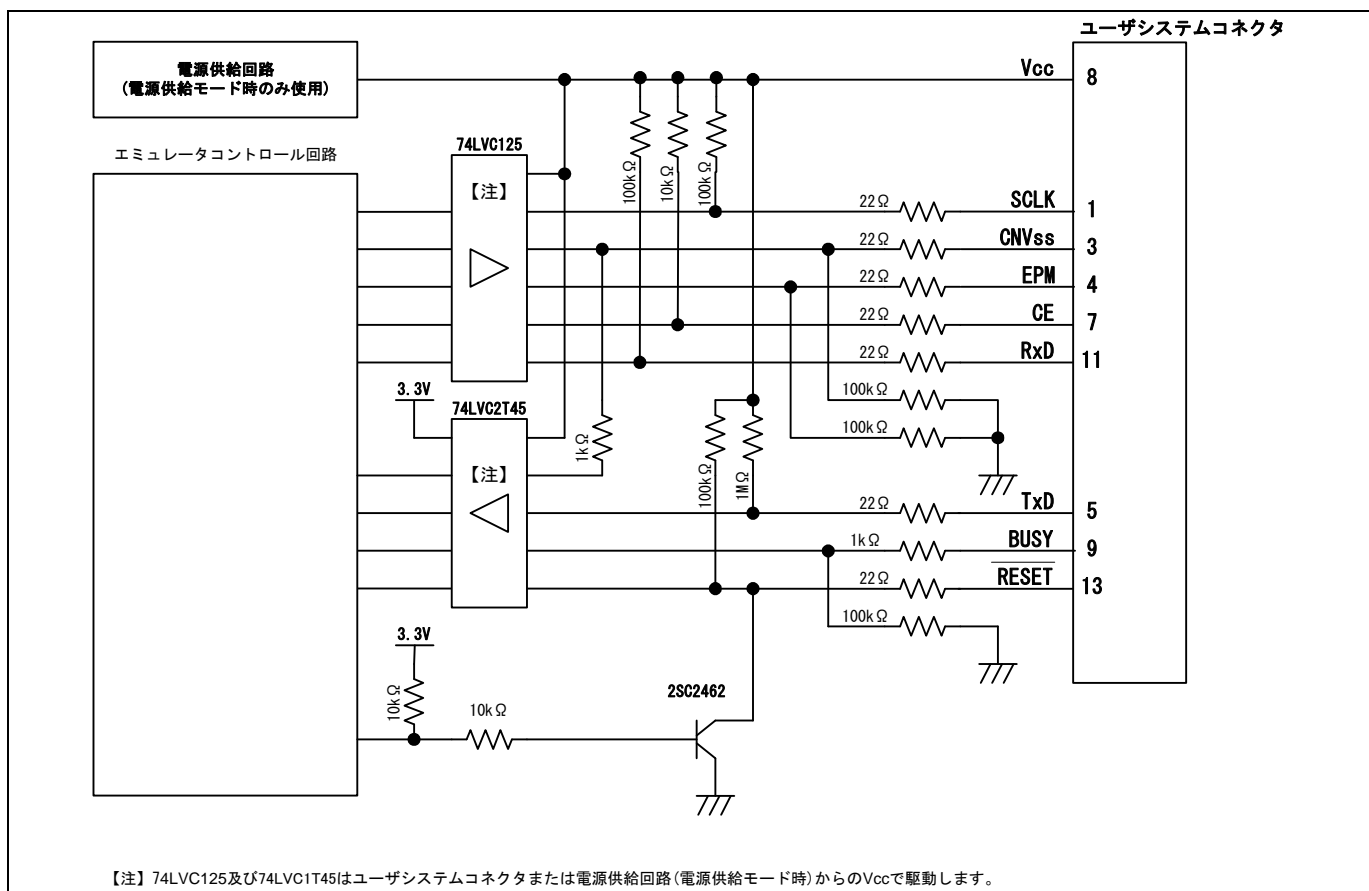

図5.12 E8a エミュレータ内インタフェース回路 (参考)
E8aエミュレータ動作中にP64はHiz状態になることがあります。そのため、抵抗値に関しては、E8aエミュレータ内部抵抗(図5.12)との分圧により、中間電位にならない値で端子処理をしてください。
E8aエミュレータ動作中にP50,P55はHiz状態になることがあります。そのため、抵抗値に関しては、E8aエミュレータ内部抵抗(図5.12)との分圧により、中間電位にならない値で端子処理をしてください。
E8aエミュレータ動作中にP55はHiZ状態になることがあります。そのため、抵抗値に関しては、E8aエミュレータ内部抵抗(図5.12)との分圧により、中間電位にならない値で端子処理をしてください。
9. 図5.12にE8aエミュレータ内インタフェース回路を示します。プルアップ抵抗の値などを決定するときに参考にしてください。